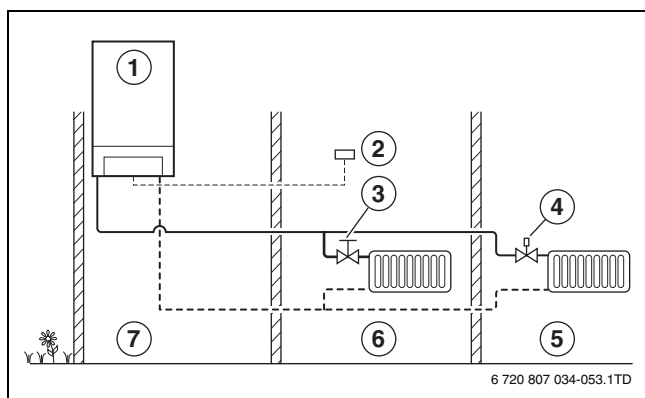

Fig. 23 Principiu de reglare al regulatorului în funcție de temperatura camerei
- La reglarea în funcție de temperatura încăperii, temperatura dorită este reglată în camera 1 cu ajutorul unității de comandă montate acolo (regulator comandat în funcție de temperatura încăperii). Pentru reglarea corectă a temperaturii încăperii, radiatoarele trebuie executate cu ventile de radiator manuale sau ventilele de radiator termostactice trebuie deschise complet (→ fig. 23).